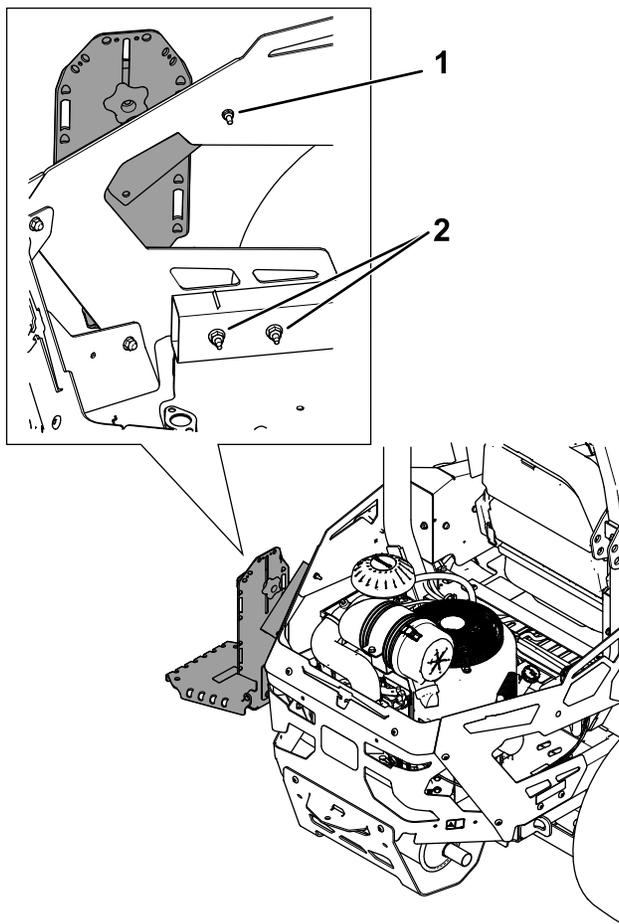
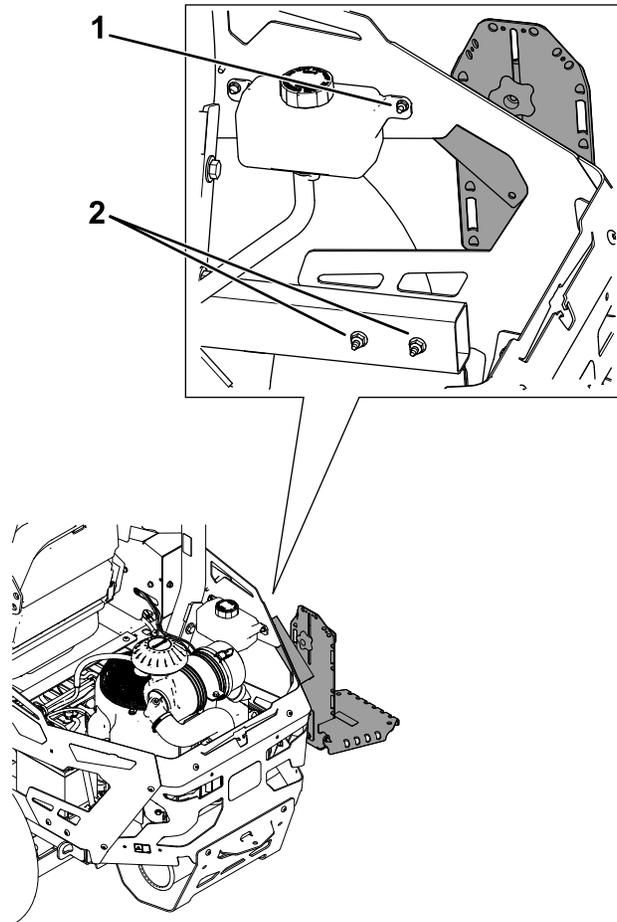

Figure 3
Figure 4
1. Fixez l'ensemble de montage à la protection latérale arrière à l'aide de 1 boulon de carrosserie ($\frac{1}{4}$ " x 1") et 1 écrou ($\frac{1}{4}$ "), comme montré à la Figure 3 ou la Figure 4.
2. Fixez le bas du support principal à la protection du moteur à l'aide de 2 boulons ($\frac{5}{16}$ " x 3") et 2 écrous ($\frac{5}{16}$ "), comme montré à la Figure 3 ou la Figure 4.